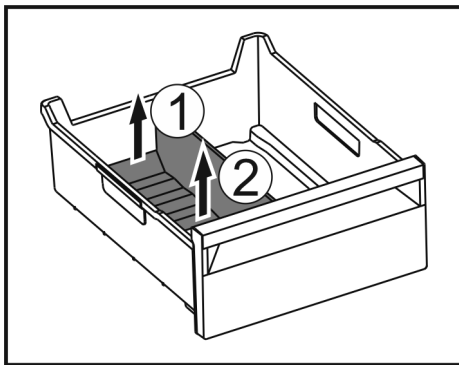

Fig. 114
- Sollevare la parte posteriore del divisore dello scomparto del ghiaccio. Fig. 114 (1)
- Rimuovere il divisore dello scomparto del ghiaccio verso l'alto. Fig. 114 (2)